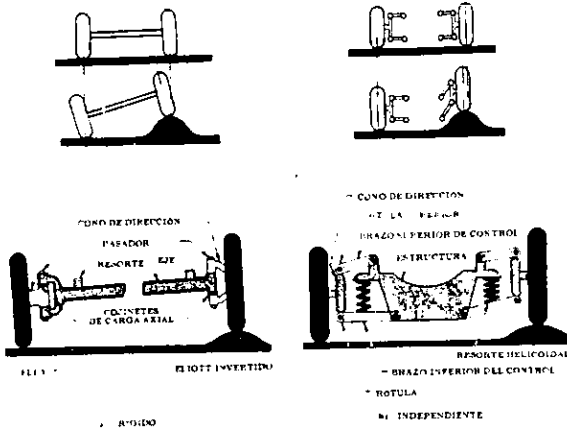

Fig. 40 Suspensión delantera rígida y suspensión delantera independiente.
**SUSPENSIÓN DELANTERA INDEPENDIENTE** (fig. 38 y fig. 40). En este tipo de suspensión las dos ruedas delanteras son sostenidas independientemente por un muelle espiral, de hojas o por barras de torsión. Como las ruedas no están unidas entre sí por un eje rígido, cualquiera de las dos puede moverse sin incomodar a la otra. La suspensión delantera independiente se usa en todos los automóviles modernos.